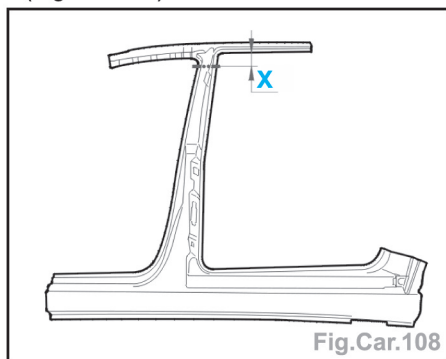

Fig.Car.108
- Tracer, puis découper (coupe définitive) (Fig.Car.108).